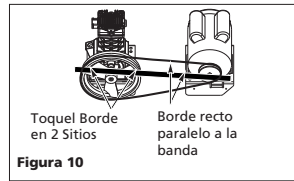

Figura 10
- Para alinear la banda, coloque un objeto recto en el volante de modo que toque dos puntos del borde (Vea la Figura 10).
- Ajuste el volante o la polea del motor de modo que la banda esté paralela a la línea recta (Vea la Figura 10).